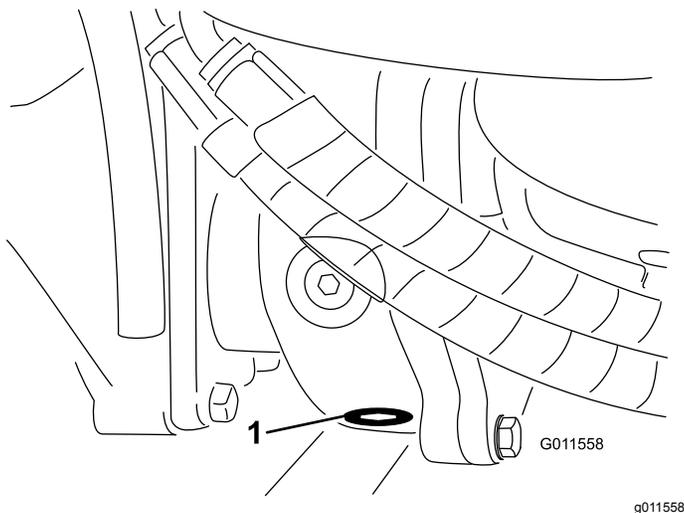

Рисунок 70
5. Очистите область вокруг пробки сливного отверстия в нижней части редуктора (Рисунок 70).